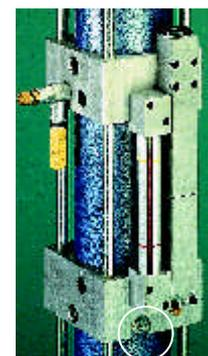

fig.4
- Svitare il tappo di scarico posto alla base del serbatoio stesso e fare defluire l'olio in eccesso (nelle unità dotate di serbatoio esterno esso è posto alla base dello stesso - pos.1).(fig.4)
La capacità di assorbire energia significa non sollecitare la struttura della macchina e contenere il rumore.(fig.4)